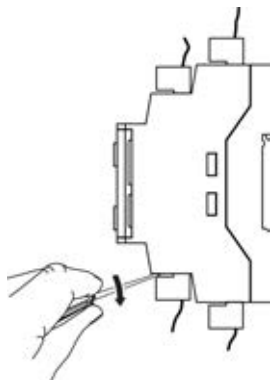

Рисунок 9.1 – Отсоединение съемных частей клемм
1. Отсоединить съемные части клемм от прибора (см. рисунок 9.1).